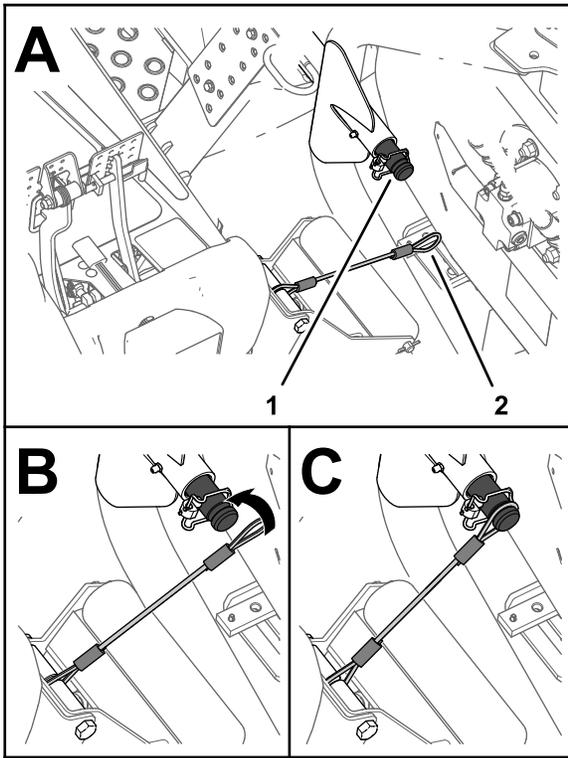

Bild 40
5. Fluchten Sie die Verbindungsleine zur Trägerwelle des Hubarms für das äußere Frontmähwerk aus (Bild 40).
6. Schieben Sie die Schleife der Verbindungsleine über die Trägerwelle, bis die Verbindungsleine fest in der Rinne der Welle sitzt (Bild 40).